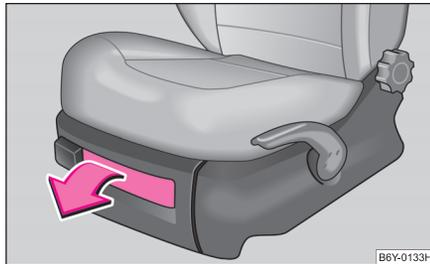

Abb. 84 Vordersitz:
- Zum Öffnen der Klappe Verschluss ankippen und Klappe aufziehen ⇒ Abb. 84.